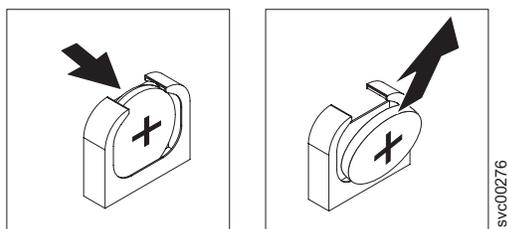

図 109. SAN ボリューム・コントローラー 2145-8G4 CMOS バッテリー・ホルダー
5. 図 109に示すように、CMOS バッテリーを取り外します。